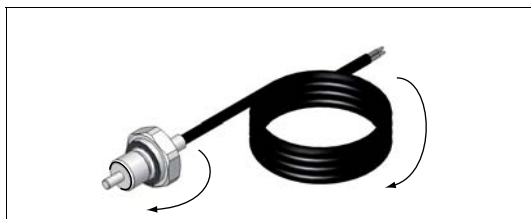

Fig. 12 Dérouler librement le câble
▶ Si le câble n'est pas débranché, veiller à ce qu'il soit tiré en douceur pour éviter d'endommager le capteur de température, voir Fig. 12, page 18.